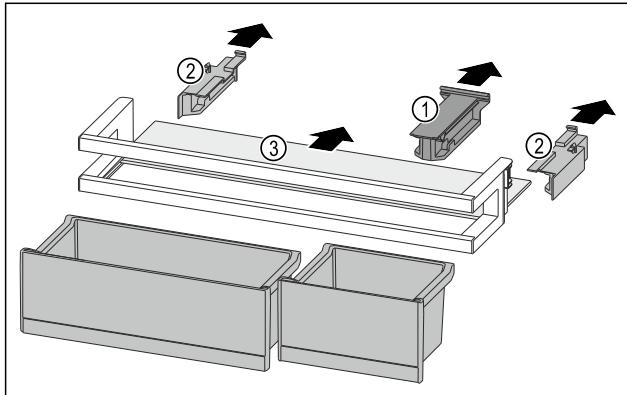

Fig. 132
- 拉出定位件 Fig. 132 (1)。
- 拉出侧面部分 Fig. 132 (2)。
- 取出搁板 Fig. 132 (3)。